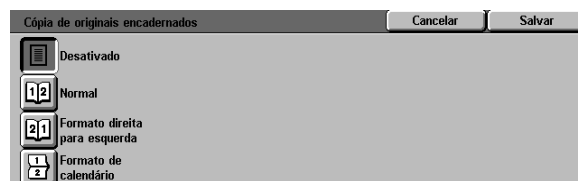

Figura 10: tela Cópia de livro com a opção Cópia de livro desligada selecionada
- 2 Toque no ícone **Cópia de livro desligada**, como na Figura 10.